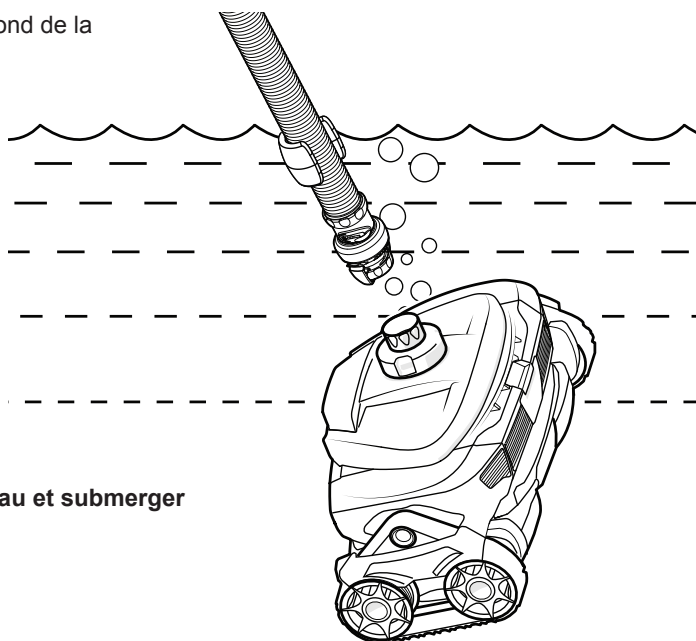

Figure 7. Raccorder le tuyau et submerger le nettoyeur
2. Submerger le tuyau et l'inonder avec de l'eau (aucune bulle visible)(Figure 7).